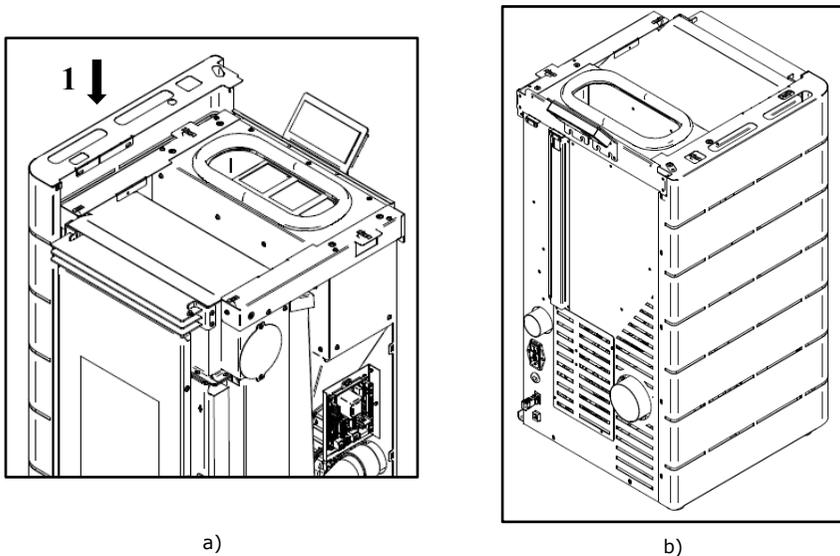

Figura 61 - Fixação laterais das envoltentes
c) Posteriormente encaixar a envoltente lateral no sentido descendente. Durante a montagem da envoltente, deve-se garantir que aba que existe na parte superior desta (1) fica sobreposta à estrutura e em simultâneo na parte posterior do equipamento à envoltente deve ficar por fora deste como demonstra a Figura 61-b.